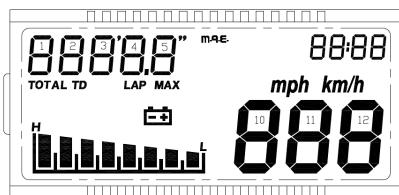

Fig. 18
- II[^] pagina (ad ogni accensione dello strumento): Check di tutti i segmenti dell'lcd per circa 3 sec. (fig. 18).